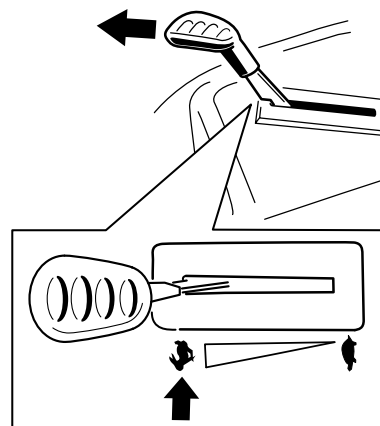

Figure 14
**Remarque:** Engagez toujours les lames en plaçant la commande d'accélérateur à la position HAUT RÉGIME (Figure 14).